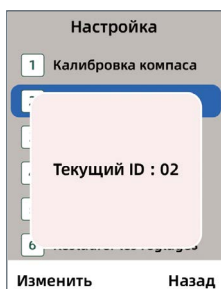

рис. 45
- на экране появится всплывающее окно с текущим идентификатором связи устройства (рис. 45). Нажмите кнопку «Подтверждение» **OK** ,